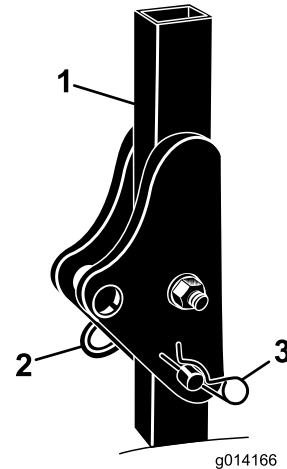

Figura 5
1. Retire las chavetas y los pasadores de la barra anti-vuelco (Figura 5).
2. Eleve la barra anti-vuelco a la posición vertical, instale los dos pasadores y sujételos con las chavetas (Figura 5).